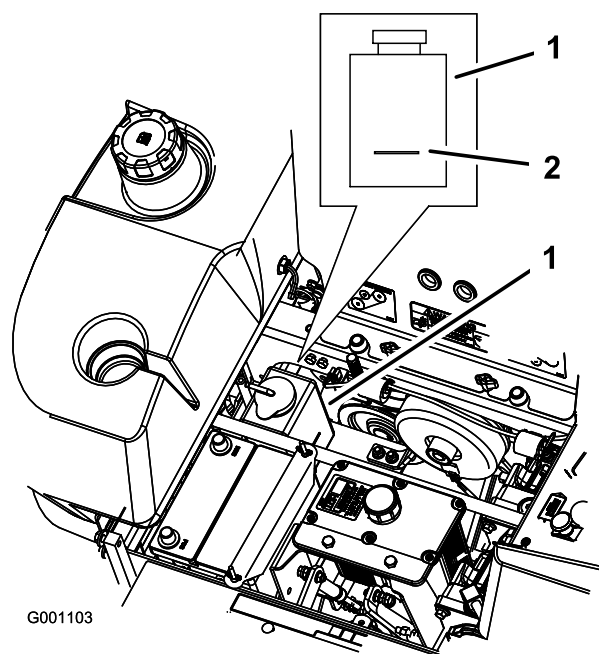

Figura 60
3. A motore freddo, controllate il livello della bottiglia di troppopieno. Il fluido deve raggiungere la sporgenza all'esterno della bottiglia di troppopieno (Figura 60).
4. Se il livello del refrigerante è basso, rabboccate la bottiglia di troppopieno con una miscela di 50% antigelo a lunga durata/DexCool® e 50% acqua (Figura 60).
5. Versate la miscela refrigerante 50/50 nella bottiglia di troppopieno e riempiete fino alla linea tracciata sulla bottiglia (Figura 60).